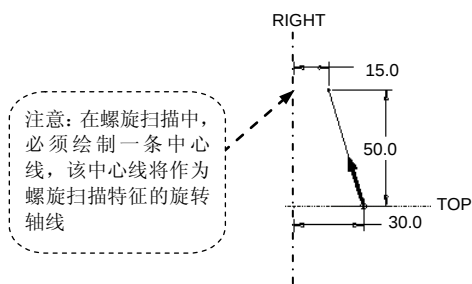

图 5.27.4 螺旋扫描轨迹线
(1) 定义螺旋扫描轨迹的草绘平面及其垂直参照平面: 选择 **Plane (平面)** 命令, 选取 FRONT 基准平面作为草绘平面; 选择 **Okay (确定)** → **Right (右)** 命令, 选取 RIHGT 基准平面作为参照平面。系统进入草绘环境。
(2) 定义扫描轨迹的草绘参照: 进入草绘环境后, 接受系统给出的默认参照 RIGHT 和 TOP 基准平面。
(3) 绘制和标注图 5.27.4 所示的轨迹线, 然后单击草绘工具栏中的“完成”按钮 .